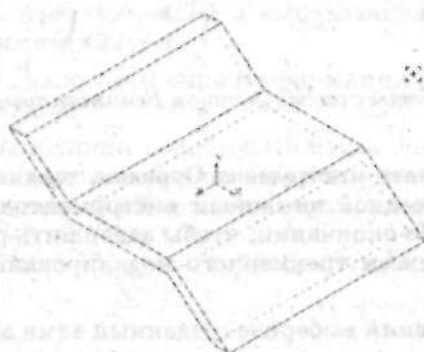

Рис. 2.123. Так выглядит элемент Корпуса — Перегородка
4. Щелкните по кнопке (Создать объект), расположенной на **Панели свойств**. Перегородка создана (рис. 2.123).